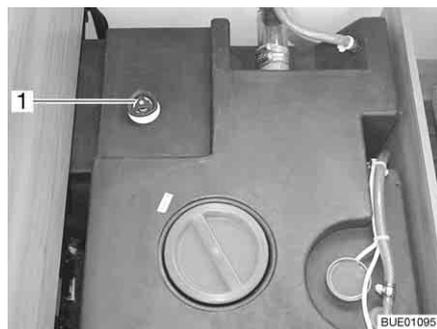

Fig. 130 Depósito de agua con tirador giratorio
- Girar el tirador giratorio (Fig. 130,1) del depósito de agua en sentido contrario a las agujas del reloj sobrepasando la resistencia, para abrir el orificio de salida completamente.